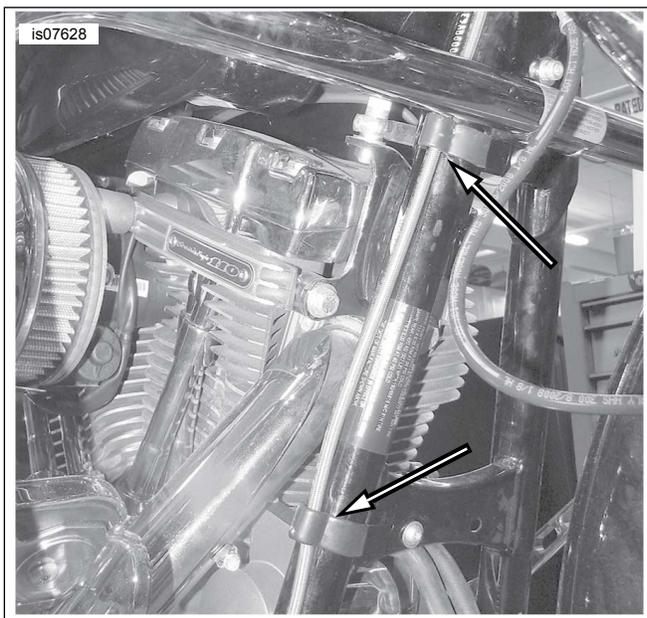

Figura 4. Locais do grampo no tudo inferior do quadro, modelos com carenagem
4. Veja Figura 4 até Figura 8. Remova a tubulação de fluido da embreagem:
- a. **Modelos com carenagem:** ver Figura 4 . Prenda o tubo ao tubo inferior com os dois grampos anteriormente removidos.